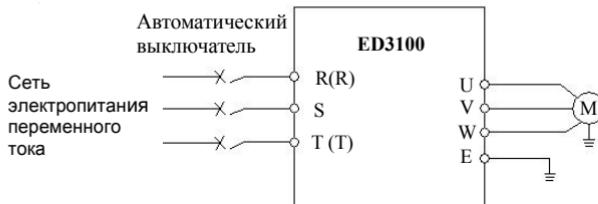

Рис.3-3 Простое подключение силовых цепей
- (1) Перед подключением убедиться, что после отключения электропитания прошло более 10 мин; в противном случае возможно поражение электрическим током.
- (2) Категорически запрещается подключать линию электропитания к выходным клеммам преобразователя U, V и W.
- (3) Поскольку при работе преобразователя существует ток утечки, преобразователь и электродвигатель должны быть надёжно заземлены; провод заземления должен быть выполнен медным проводником сечением не менее $3,5 \text{ мм}^2$, а сопротивление заземления должно быть не более 10 Ом.
- (4) Пользователю не следует проводить определение максимального выдерживаемого преобразователем напряжения, поскольку преобразователь прошёл эту проверку на заводе-изготовителе.
- (5) Между преобразователем и электродвигателем не следует устанавливать электромагнитный контактор и поглощающий конденсатор или другие резистивно-ёмкостные демпфирующие устройства, как показано на рис. 3-3.
- (6) Чтобы иметь возможность использовать максимальную токовую защиту на входе и проводить техническое обслуживание при аварийном отключении питания, преобразователь должен подключаться к линии электроснабжения через промежуточный прерыватель.
- (7) Соединительные провода (DI1 ~ DI6, DO1, DO2) входной и выходной цепей реле должны быть многожильными или экранированными проводами сечением более 0,75 мм²; один конец экранирующей оболочки должен быть свободен, а другой – подключен к имеющейся на преобразователе клемме заземления Е; длина соединительного кабеля должна быть не более 50 м.